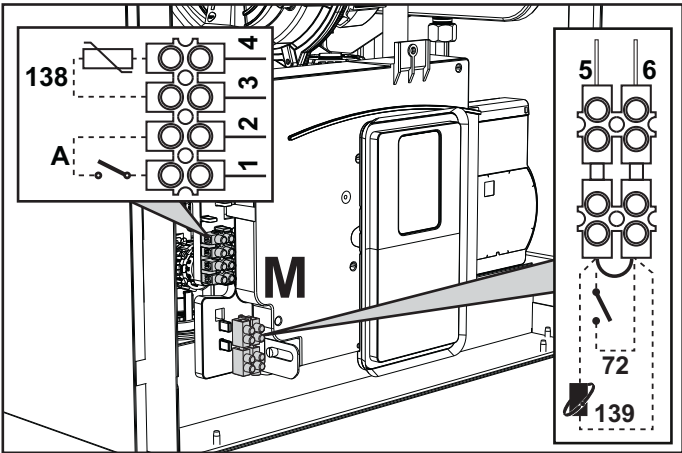
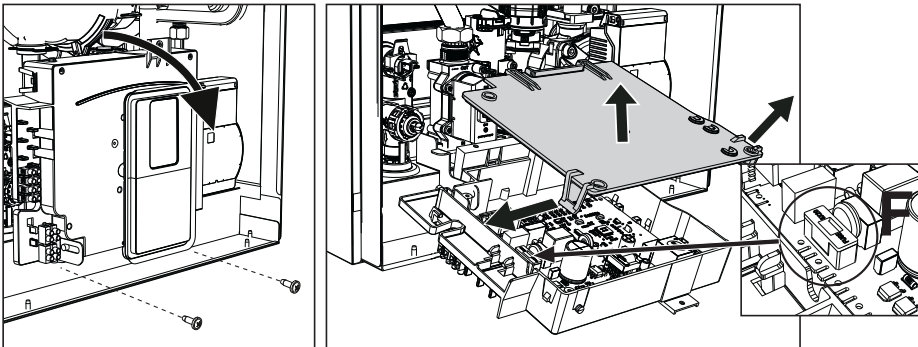

fig. 28
fig. 29
După ce ați scos panoul frontal (\*\*\*) 'Deschiderea panoului frontal' on page 154 \*\*) veți putea avea acces la panourile de borne (M) și la siguranța fuzibilă (F) urmând indicațiile descrise în continuare (fig. 28 și fig. 29). **Bornele indicate în fig. 28 trebuie să aibă contactele curate (nu 230 V).** Dispunerea bornelor pentru diferitele conexiuni este indicată și în diagrama electrică din fig. 67.
## Configurarea întrerupătorului ON/OFF (A fig. 28)